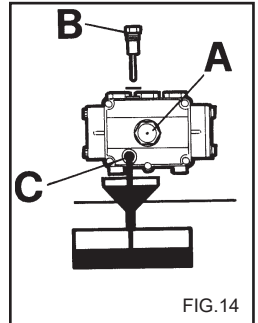

FIG. 14
- 1) Skru opp drengsskruen på undersiden av pumpen (fig. 14 C).
- 2) Bruk peilepinnen til å skru av dekslet (fig. 14).